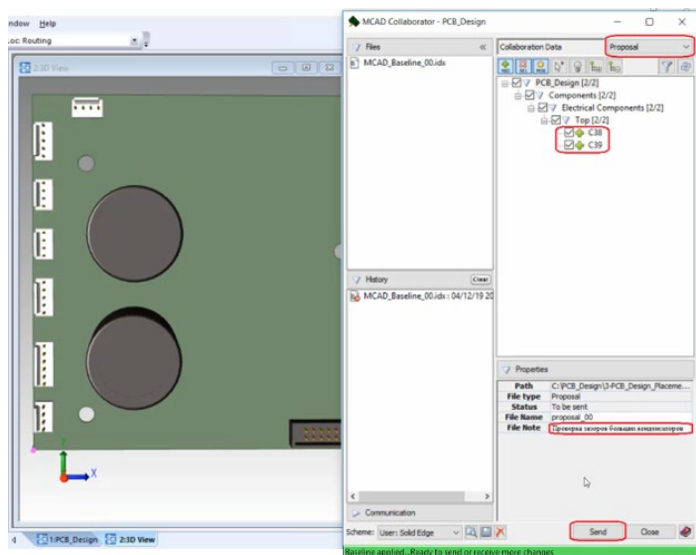

Рис. 2.34. Формирование и отправка в MCAD-систему предложения с изменениями топологии модуля на печатной плате
4. Далее разместим на печатной плате два крупногабаритных конденсатора и сформируем предложение для конструктора механической части изделия с указанием проверить это компоновочное решение на предмет соответствия требуемым зазорам. Для этого снова запустим MCAD Collaborator, выберем в раскрывающемся списке “Proposal” («Предложение») и отметим, что в навигаторе модуля остались только те компоненты, которые добавились/изменились с предыдущей версии данных – два новых конденсатора C38 и C39 (рис. 2.34).